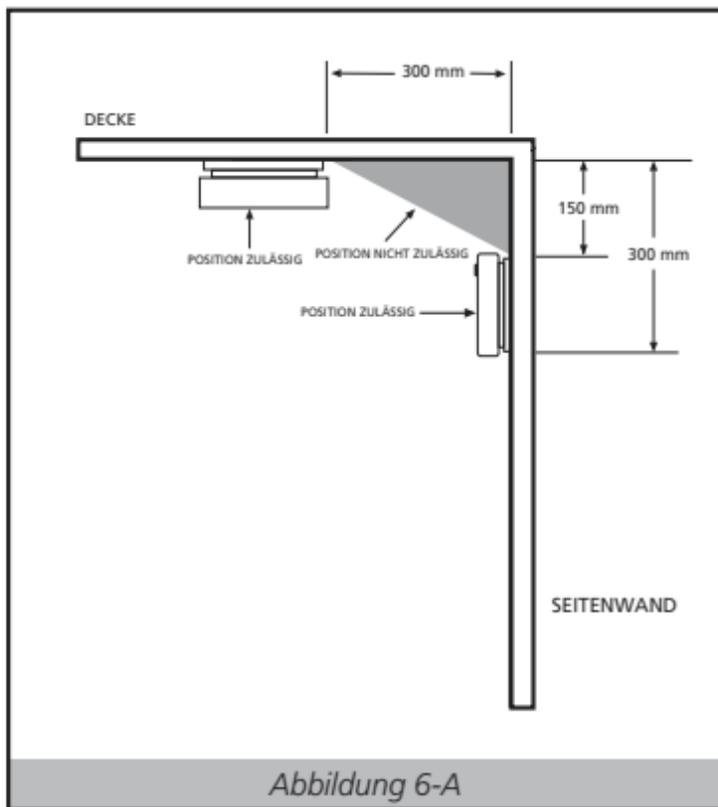

Abbildung 6-A
- Installieren Sie Rauchmelder am höchsten Punkt von Kassettendecken oder innerhalb von 300 mm vom höchsten Punkt. **(Abbildung 6-D)**